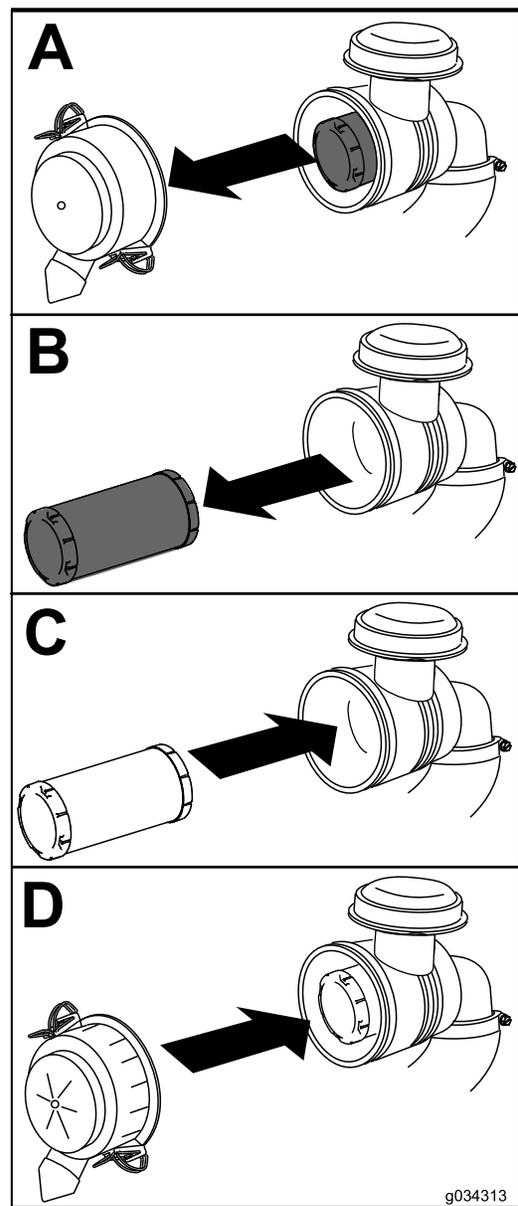

図 36
1. エアクリーナのボディーからエアフィルタをゆっくり引き出す 図 36。
4. 上下方向を確認、UPと書いてある方を上に向けてエアクリーナカバーを正しく取り付け、ラッチを掛ける 図 36。